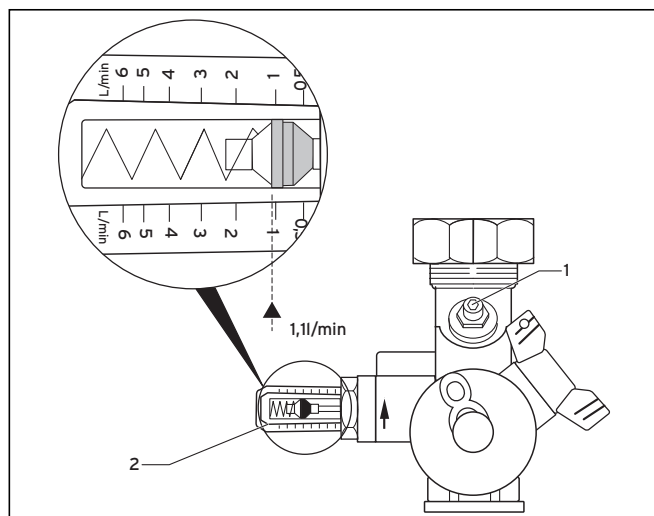

Fig. 8.2 Limitador de caudal
El limitador de caudal (→ **Fig. 8.2**) es una componente esencial de la instalación solar.
- Tras realizar el ajuste aproximado mediante la bomba de circulación, realice el ajuste de precisión con el husillo (1) del limitador de caudal (→ **Fig. 8.2**). Puede ver el valor ajustado en la indicación (2).